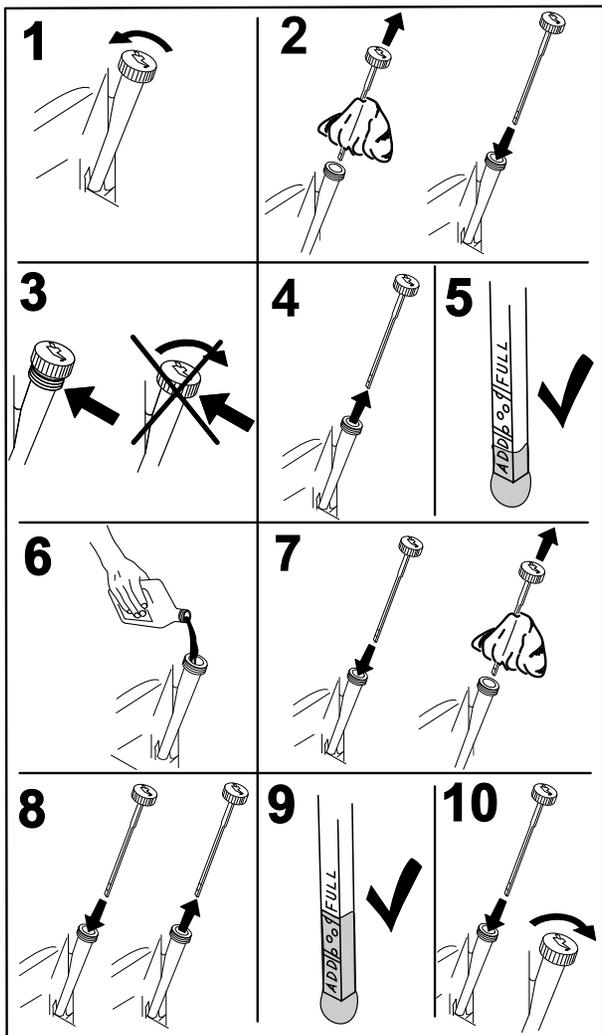

Figura 28
4. Pare el motor, retire la llave y espere a que se detengan todas las piezas en movimiento antes de abandonar el puesto del operador (Figura 28).